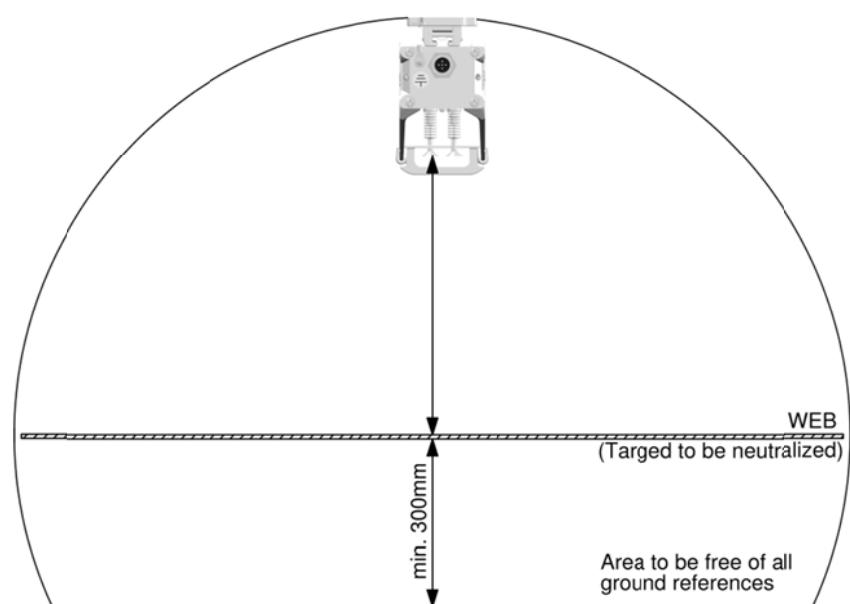

Abbildung 3
- Um ein optimales Ergebnis zu erzielen, muss der Ionensprühstab gemäß Abbildung 3 montiert werden.